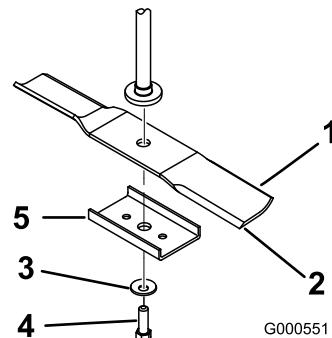
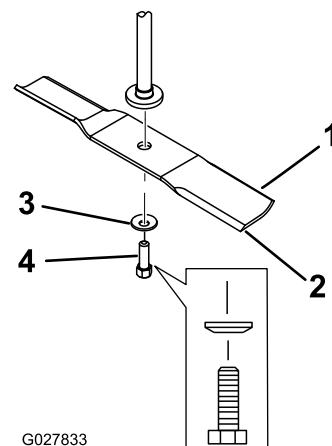

Figure 49
Figure 50
2. Enlevez de l'axe, le renfort de lame (tabliers de 81 cm [32 po] uniquement), le boulon de lame, la rondelle bombée et la lame (Figure 49 et Figure 50).
- Placez la lame sur l'axe (Figure 50).
- Montez le renfort (tabliers de 81 cm [32 po] seulement), la rondelle bombée (face concave vers la lame) et le boulon de lame (Figure 50).